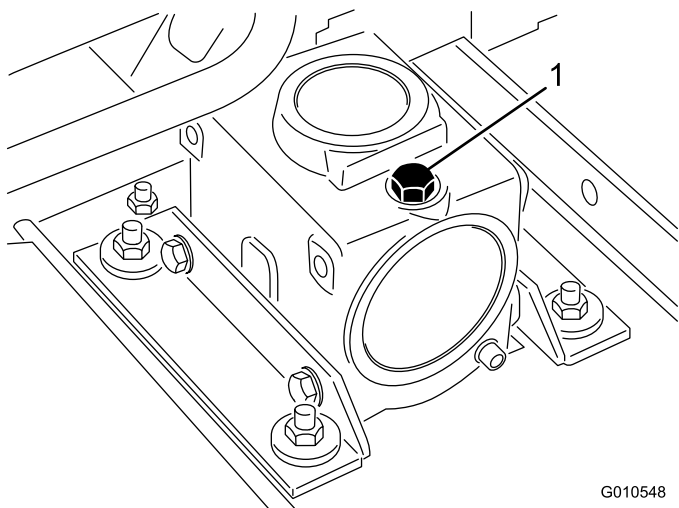

Figure 7
2. Retirez le bouchon de remplissage-jauge au sommet du boîtier d'engrenages (Figure 7) et vérifiez que le niveau de lubrifiant se situe entre les repères sur la jauge. Si le niveau de lubrifiant est trop bas, faites l'appoint de lubrifiant pour faire monter le niveau entre les repères.